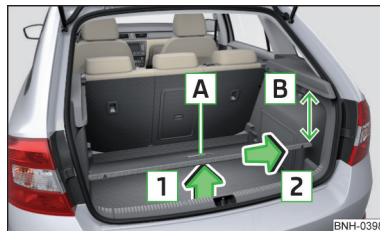

Fig. 113
- › Ridicați podeaua variabilă de mânerul **A** în sensul săgeții **1**, astfel încât zona din spate a acesteia să se afle la aproximativ 15 cm **B** sub marginea măștii » fig. 113.
- › Prindeți podeaua variabilă de mânerul **A** » fig. 113.
La scoaterea/introducerea podelei variabile, se va respecta distanța de 15 cm **B** » fig. 113 față de marginea măștii - nerespectarea ei poate duce la deteriorarea garniturii capotei portbagajului.